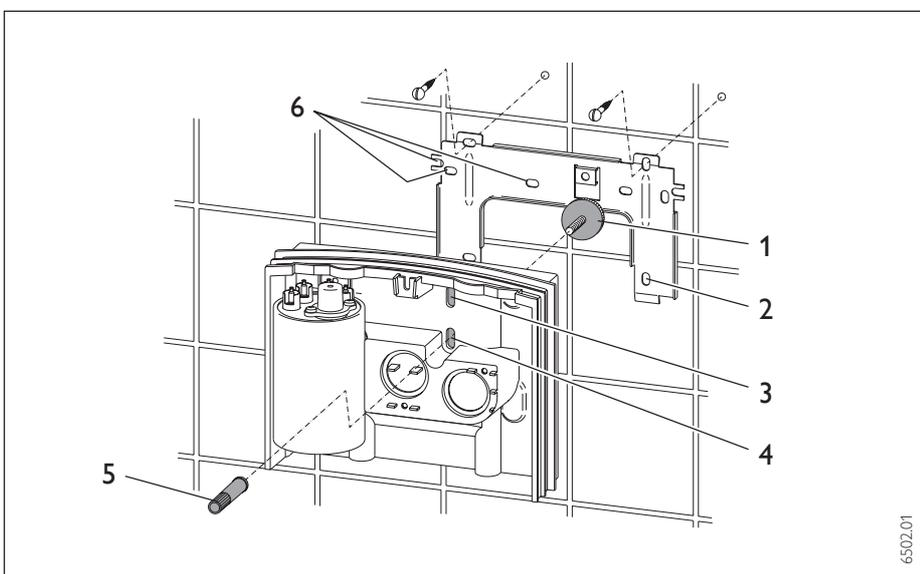

Abb. 9
- Ausbruchposition der Geräteabdeckung (Abb. 9) zur Befestigung an der Montageleiste festlegen:
- Montageleiste entsprechend Abb. 9 befestigen. Bei Austausch gegen Stiebel Eltron Durchlauferhitzer DHA können die vorhandenen Dübellöcher Pos. 2 verwendet werden, bei Austausch Fremdfabrikat die Dübellöcher Pos. 6.
- Gerät entsprechend Abb. 9 mit der Schraubhülse (Pos. 5) an der Halteleiste befestigen. Mit der Rändelmutter (Pos. 1) können Wandunebenheiten, z. B. durch Fliesenversatz max. 20 mm (siehe Abb. 6) ausgeglichen werden.